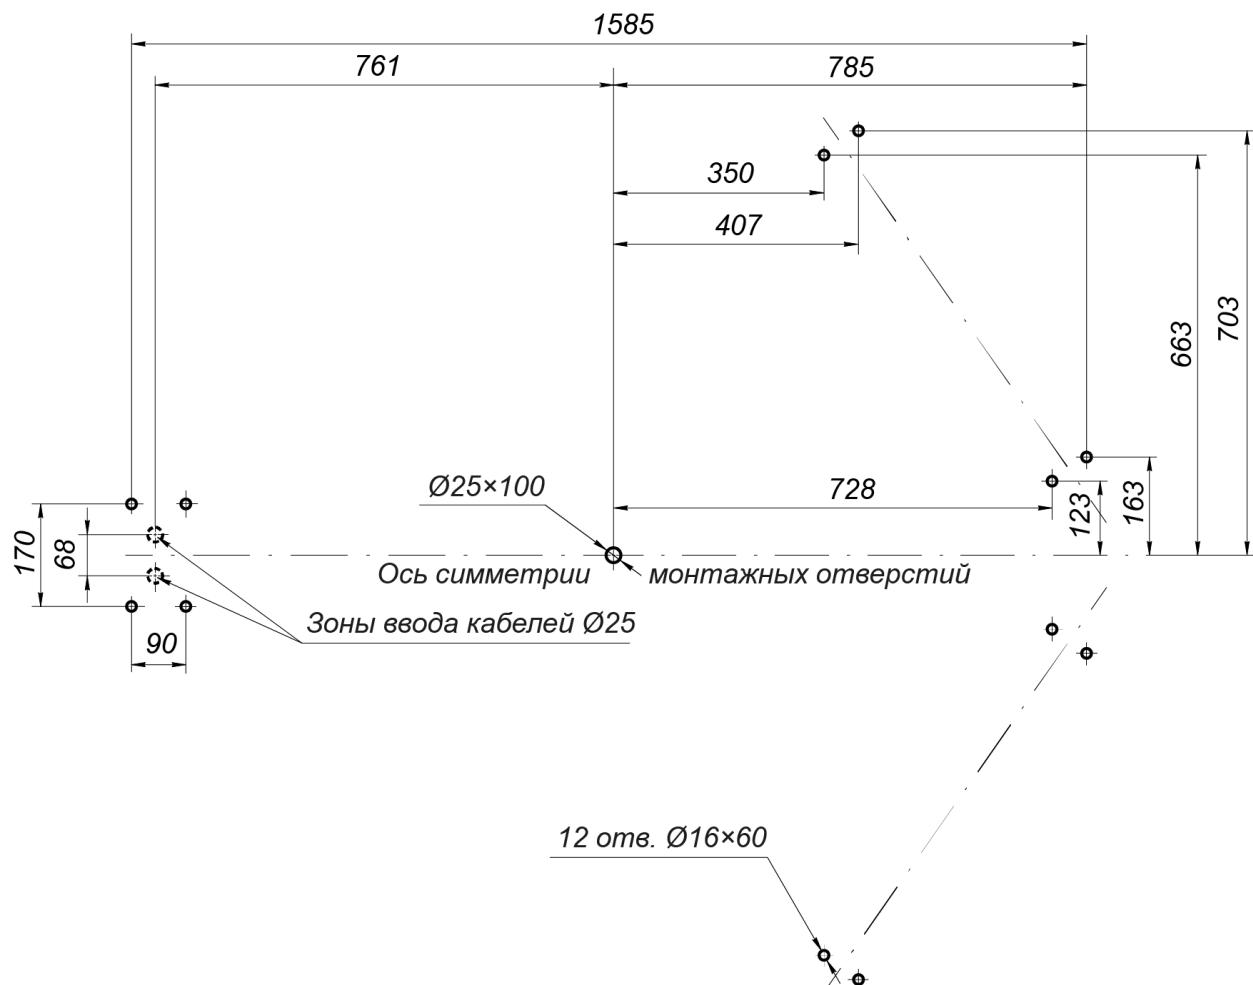
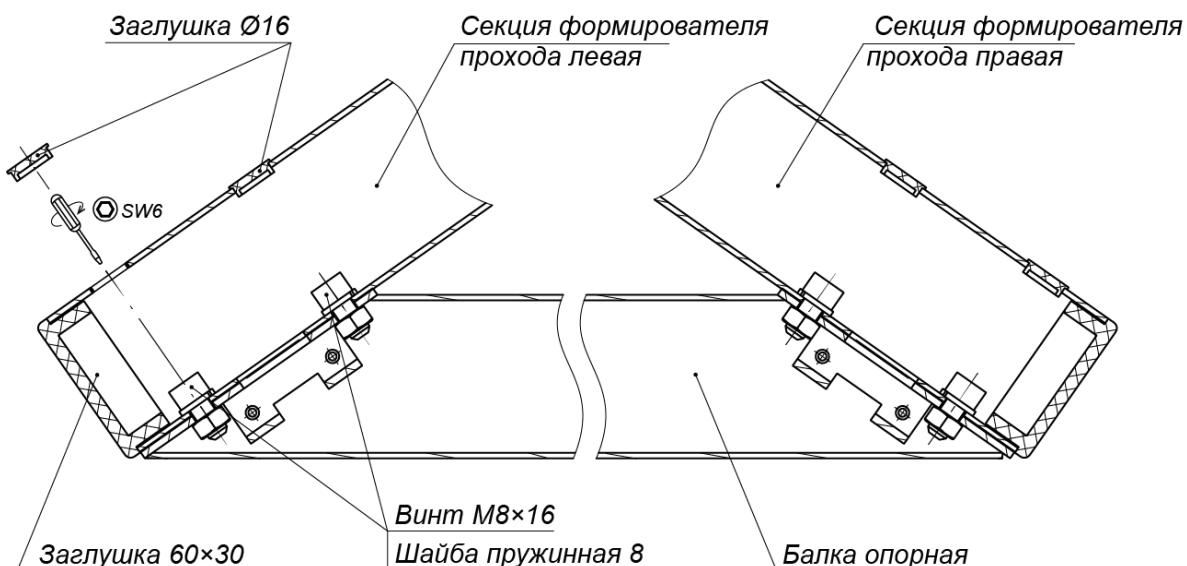
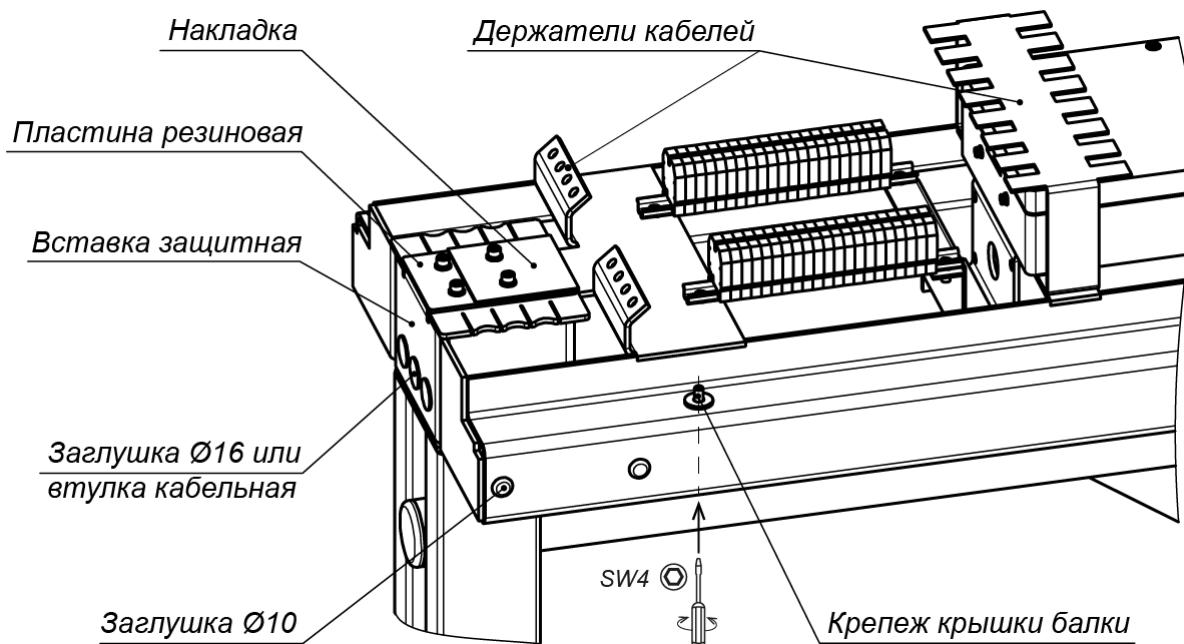
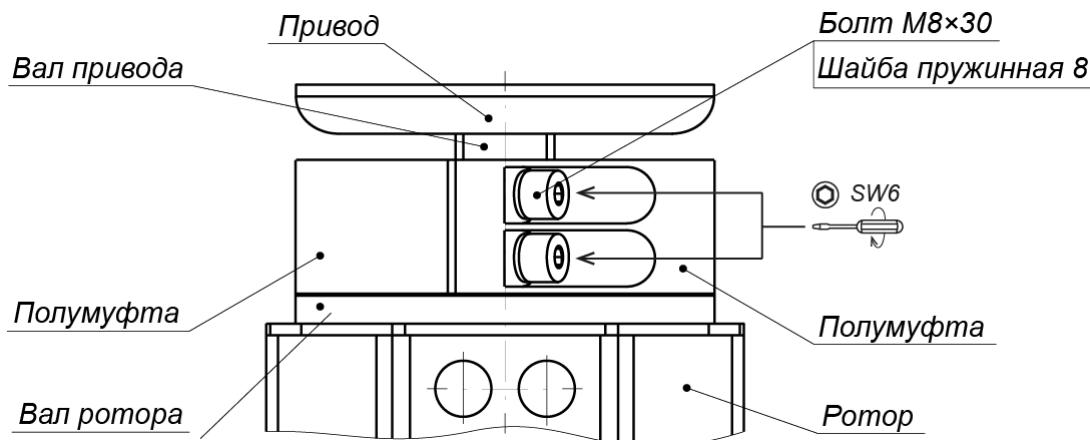

Рисунок 11. Схема разметки для монтажа турникета¹
Рисунок 12. Крепление балки опорной (7) к секциям (6) формирователя прохода
Рисунок 17. Элементы балки привода
Рисунок 18. Муфтовое соединение (4) вала привода исполнительного механизма с валом ротора (1)
Также на внутренней поверхности крышки имеется наклейка со схемой подключений турникета и дополнительного оборудования, аналогичная приведенной на рис. 11.
3. Выполните на установочной поверхности разметку отверстий для монтажа турникета. Используйте шаблон из комплекта поставки, но затем обязательно проверьте истинность расстояний в соответствии с рис. 12.
- Установите секции (6) формирователя прохода на установочную поверхность, ориентируя отверстия в опорных фланцах по расположению анкеров. При этом левая и правая секции должны быть правильно выставлены и сориентированы: блоки индикации формирователей должны быть развернуты от оси симметрии (см. рис. 11) и учтено расположение на секциях мест крепления опорной балки (см. рис. 12).
9. Установите балку опорную (7) на секции (6) формирователя прохода:
- Закрепите балку опорную на секциях формирователя прохода четырьмя болтами M8×16 (ключ SW6) из комплекта сборочно-монтажных принадлежностей (ящик №4). При уличном монтаже стыки опорной балки с секциями формирователя прохода рекомендуется герметизировать, используя атмосферостойкий силиконовый герметик по инструкции производителя (см. рис. 12).
10. Распакуйте стойку с преграждающими планками (5) (ящик №4).
11. Установите стойку с преграждающими планками (5) (работайте вдвоем!):
- Для варианта прокладки кабелей питания и управления через кабельные каналы в установочной поверхности снизу: положите стойку с преграждающими планками (5) на установочную поверхность таким образом, чтобы опорный фланец находился рядом с зоной отверстия A. Затем, используя монтажную проволоку, протяните кабели через нижнее отверстие в преграждающей стойке со стороны фланца вверх по стойке до ее верхнего отверстия. Выпуск кабелей на выходе из верхнего отверстия должен составлять 0,8 - 1,0 м. Временно зафиксируйте концы кабелей на верхней планке преграждающей стойки (к примеру, с помощью липкой ленты).
- Установите стойку с преграждающими планками на отверстия с анкерами в установочной поверхности по оси симметрии, при этом фланец должен встать на зону A, а место нижнего узла вращения (3) – на отверстие с анкером M16 (см. рис. 11).
- Закрепите балку привода на стойке с препреждающими планками (5) двумя болтами M10×25, ключ SW8 (см. рис. 17) (для более удобного доступа к отверстиям можно предварительно снять накладку, резиновую пластину и вставку защитную, открутив четыре винта M4×16, ключ SW3, см. рис. 18).
22. Произведите подключение к контактам DIN-рейки в соответствии со схемой подключения турникета и дополнительного оборудования (см. рис. 11):
- кабелей индикации (12);
- кабеля питания турникета (13);
- кабеля ПДУ (15) или устройства РУ;
- кабеля устройства *Fire Alarm* (14) (в случае отсутствия устройства *Fire Alarm* убедитесь в наличии перемычки «*Fire Alarm*»);
23. Проверьте правильность и надежность электрических соединений в соответствии со схемой подключения турникета и дополнительного оборудования (см. рис. 11).
26. Установите крышку (9) на балку привода (8):
- Вкрутите четыре невыпадающих винта M5 (ключ SW4), фиксирующие крышку балки (см. рис. 18).